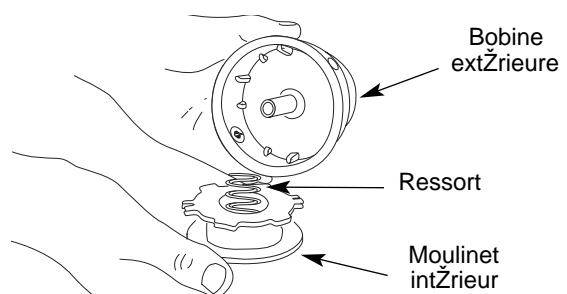

Fig. 16
2. Retirez le moulinet intérieur de la bobine extérieure (Fig. 16).
3. Retirez le ressort du moulinet (Fig. 16).
2. Retirez l'ancien moulinet intégral de la bobine extérieure (Fig. 16).
3. Retirez le ressort de l'ancien moulinet intégral (Fig. 16).